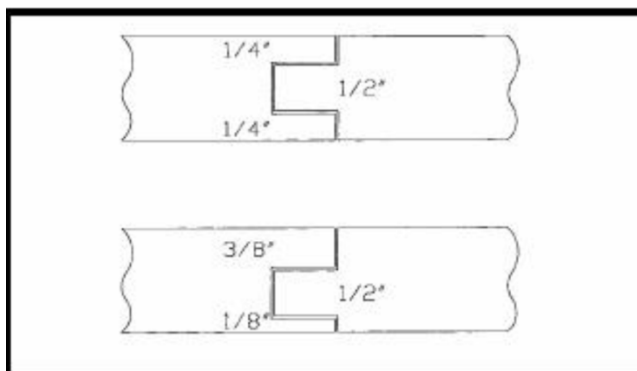
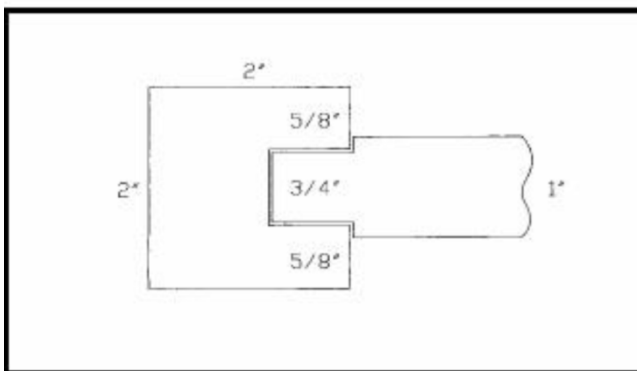

Рисунок 27
Рисунок 28
- При выполнении шипового соединения «в гнездо» ставится цель создать максимально плотную посадку и наибольшую площадь сопряжения деталей при склейке. Поэтому шип делается максимально длинным (примерно $\frac{1}{2}$ ширины вертикальной стойки или длиннее, при использовании узких заготовок). Баланс стыка должен быть следующим: объем шипа равен суммарному объему стенок гнезда. Пример показан на Рис. 27. Если заготовки разные по размеру, делайте шип настолько массивным, насколько это возможно. См. Рис. 28.